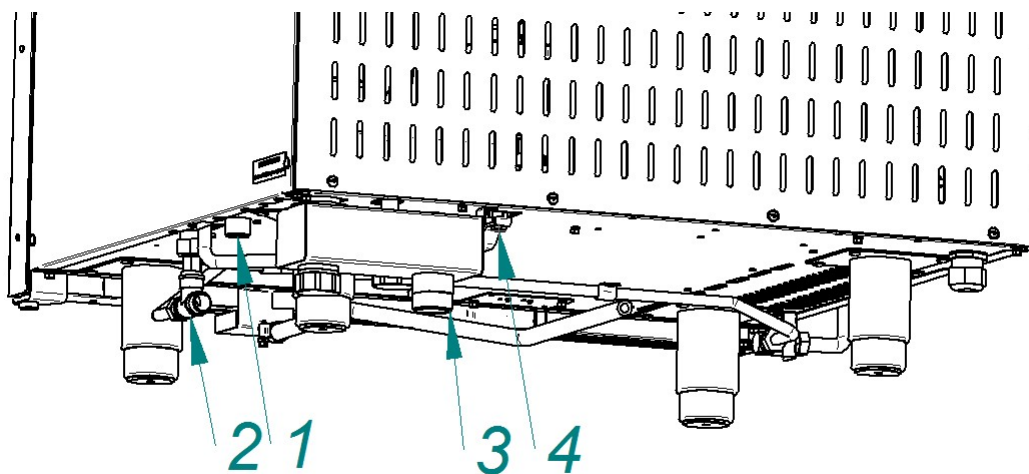
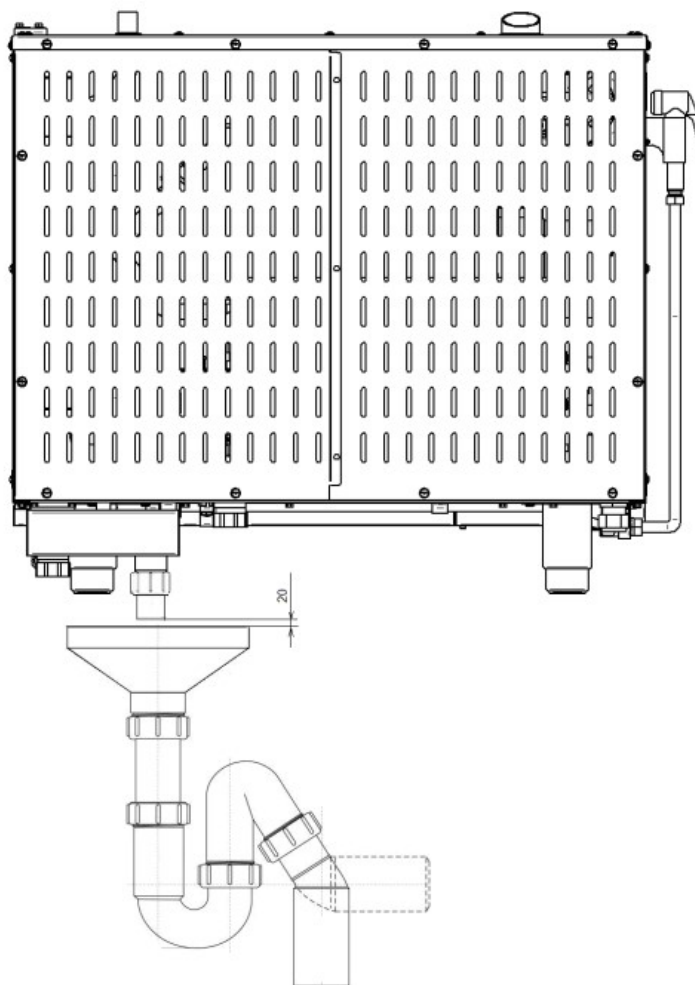

Рис. 4. Подключение к системе водоснабжения
Рис. 5. Подключение к системе канализации
- G3/4 (см. рис.4 поз.1 (наружная резьба)) – парогенератор. Подключать через водоумягчительную установку (водородно-ионного обмена). Рекомендуется использовать BRITA PURITY C300 Quell ST.
- G1/2" (см. рис.4 поз.2 (наружная резьба)) – душевое устройство и охлаждение коллектора. Допускается подключать к неподготовленной воде.
- установить кран слива парогенератора (см. рис.4 поз.4) в положение «Закрото»;
- используя шланг из комплекта поставки, подключить пароконвектомат к системе канализации (см. рис.5). Шланг подключить через штуцер с резьбой G1 1/4" (рис.4 поз.3). Подключение к канализации выполнить с разрывом струи не менее 20мм от верха приемной воронки (СНиП 2.04.01-85 п. 17.11).